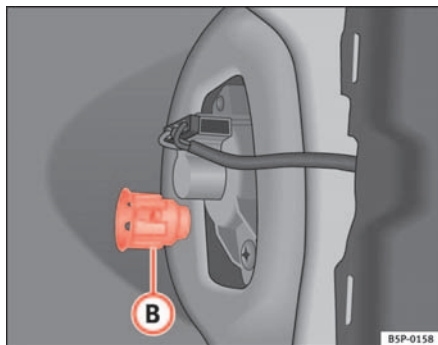

Abb. 189 Standlicht/Bremslicht
- Schrauben Sie die Kunststoffhalterung ⇒ Abb. 189 **B** der Rückleuchte heraus. Zum Herausdrehen kann ein eingesetzter Schraubenzieher in dieses Teil hilfreich sein.